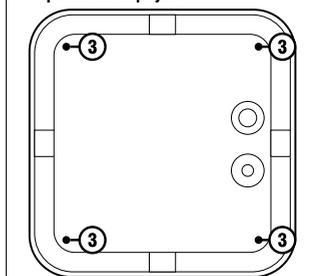

Рис. 2.
- Нанесите место ③ будущей установки светильника и просверлите 4 отверстия. Расположение монтажных отверстий обозначено на Рис. 2.
- Установите гермовводы (в комплекте) в отверстия ④ и ⑦. Протяните кабель через гермоввод ④.
- Зачистите контакты сетевого кабеля и подключите провода к клеммной колодке ⑤.
- Зафиксируйте кабель при помощи двух винтов ⑥.
- Зафиксируйте крышку со светодиодным модулем ② при помощи винта ① и установите плафон, зафиксировав его клипсами, установленными на корпусе.